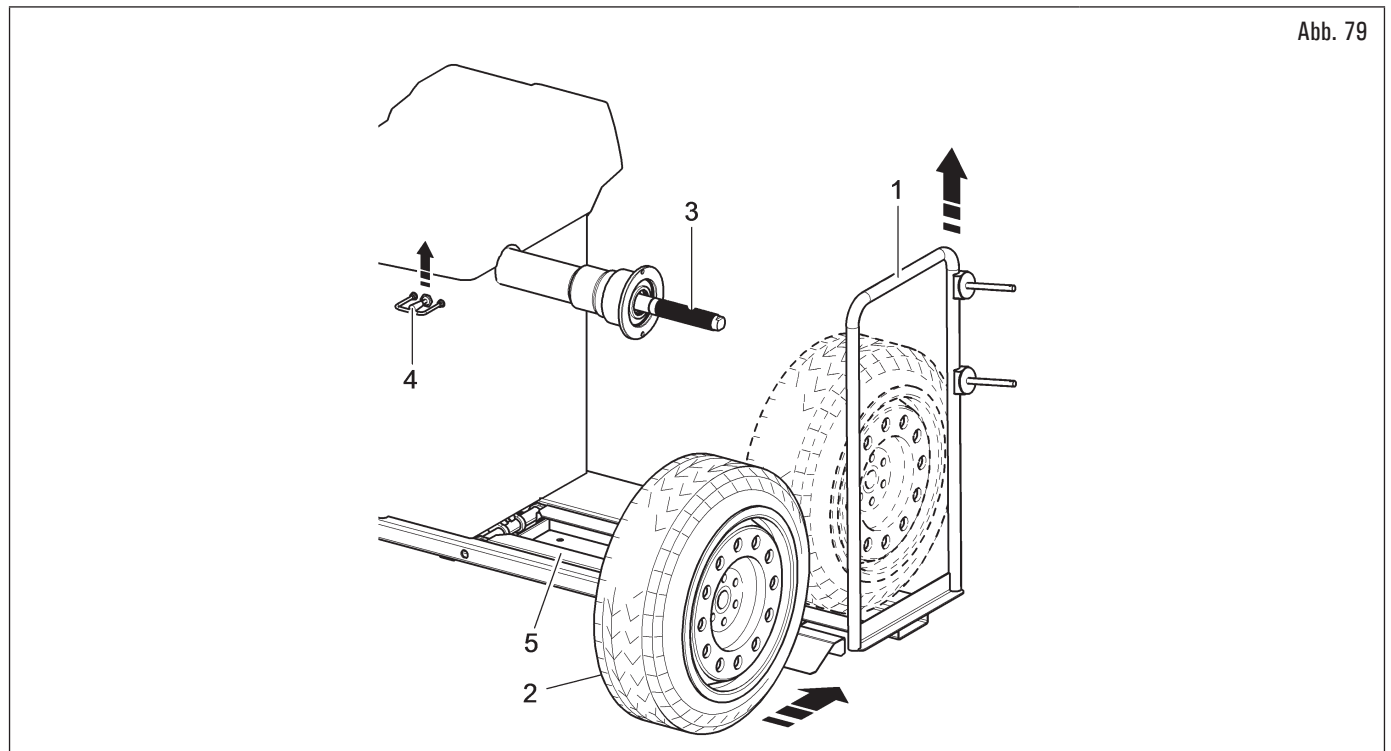

Abb. 79
1. Bringen Sie nach rechts die Radstütze (Abb. 79 Pkt. 1);
2. sämtliche Fremdkörper vom Rad (Abb. 79 Pkt. 2) entfernen: bereits vorhandene Gewichte, Steine und Schlamm; vor dem Aufspannen und der Befestigung des Rads auf die Spindel; sich sicherstellen, dass sie (Abb. 79 Pkt. 3) und die Zentrierzone der Felge sauber sind;
3. das Rad (Abb. 79 Pkt. 2) auf der Radstütze (Abb. 79 Pkt. 1) bringen, mit Felgeninnenseite zur Radauswuchtmaschine gerichtet. Betätigen Sie das Bedienelement der Hubvorrichtung (Abb. 79 Pkt. 4) und es gehoben halten Sie; das Trittbrett (Abb. 79 Pkt. 5) heben lassen;
4. bewegen Sie die Radhalterung nach links (Abb. 79 Pkt. 1) und zentrieren Sie gleichzeitig das Rad auf der Spindel mit minimalem Kraftaufwand, unabhängig von seinem Gewicht;